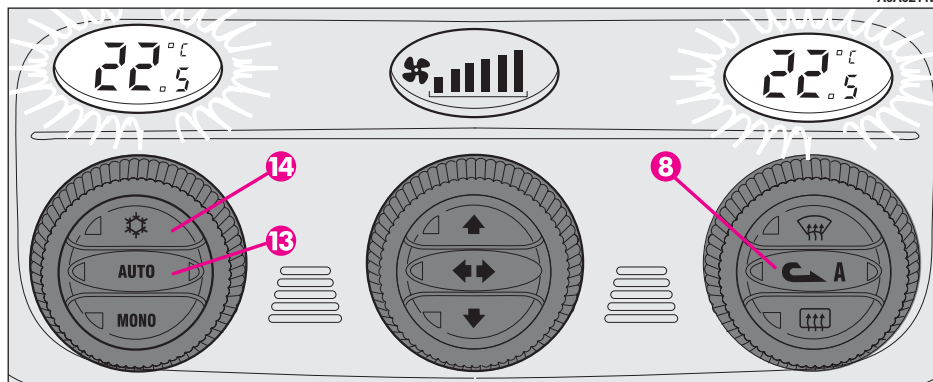

fig. 109
Lorsqu'on enclenche le compresseur du climatiseur, les voyants sur les poussoirs (13) AUTO et (14) ☀️ s'éteignent; de plus, le contrôle automatique du recyclage de l'air intérieur est exclu (extinction des deux voyants sur le poussoir 8 🔄) qui reste toujours désenclenché pour éviter l'embuage possible des glaces; même si cela est à déconseiller, il est en tout cas possible de rétablir le fonctionnement automatique du recyclage de l'air intérieur en appuyant sur le poussoir (8) 🔄. Le compresseur du climatiseur désenclenché, il n'est pas possible d'introduire dans l'habitacle de l'air à une température inférieure à la température extérieure; dans ce cas, sur l'affichage relatif à la température la valeur non réalisable clignote et le voyant gauche présent sur le poussoir (13) AUTO -fig. 109) s'éteint.